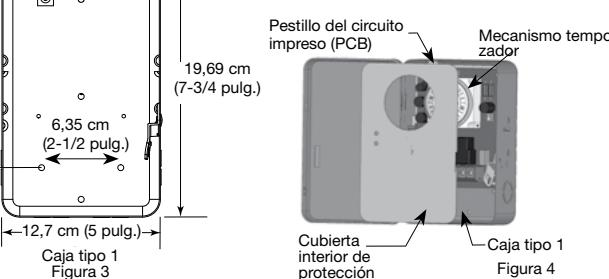

Figura 4
- Abra la puerta y retire la cubierta interior de protección liberando el pestillo de resorte del fondo (Figura 1). La cubierta se saca fácilmente en la caja metálica tipo 1 (Figura 4).
- Retire el mecanismo temporizador liberando el pestillo del circuito del fondo (Figura 1). El mecanismo temporizador viene separado en la caja metálica tipo 1 (Figura 4).